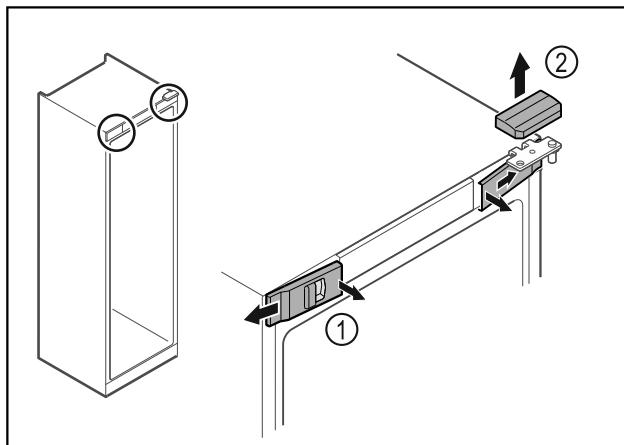

Fig. 12
- Звільніть передні кришки Fig. 12 (1) всередині від фікса-тора та поверніть убік.
- Зніміть верхню кришку Fig. 12 (2) вгору.